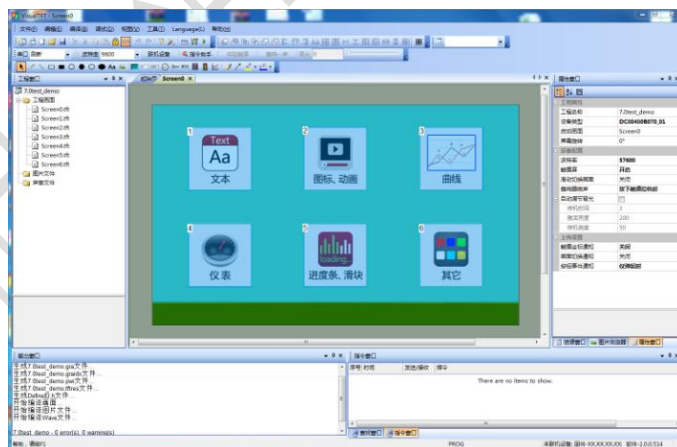

图 5.2 使用 PC 进行界面配置
2. 使用 PC 软件进行界面配置。预先利用上位机 VisualTFT 对每个画面进行配置，然后运行“虚拟串口屏”进行仿真，确保每个界面按钮逻辑关系的正确性，最后将工程下载到串口屏中。上位机软件如图 5.2 所示。